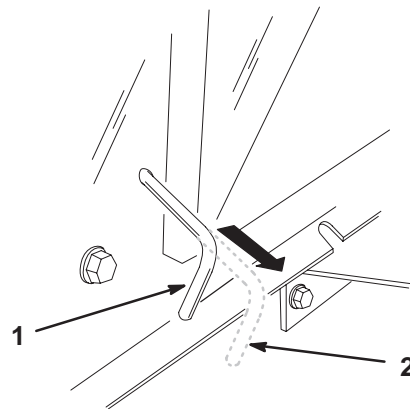

Bild 14
3. Ziehen Sie den Antriebshebel, der sich hinten an der Maschine befindet, in die Schieben-Stellung. Lösen Sie die Feststellbremse. Dadurch wird der Antrieb ausgekuppelt, und die Räder befinden sich im Freilauf (Bild 14).
1. Stellen Sie die Feststellbremse fest. Stellen Sie den Antriebshebel in die Einsatz-Stellung. Dadurch wird der Antrieb eingekuppelt (Bild 14).